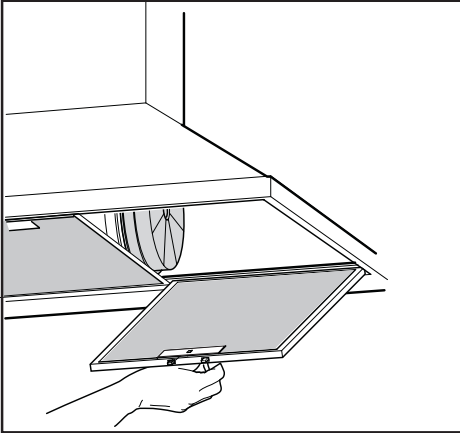

Fig.6
- Der Mindestabstand zwischen der Stellfläche für die Kochbehälter auf der Kochvorrichtung und dem unteren Teil der Abzugshaube muss mindestens 65 cm betragen. Falls ein Verbindungsrohr verwendet wird, das aus zwei oder mehr Teilen zusammengesetzt ist, muss der obere Teil über den unteren gestülpt werden. Auf keinen Fall darf das Abluftrohr der Küchenhaube an ein Rohr angeschlossen werden, in dem Warmluft zirkuliert oder das zur Entlüftung von Geräten verwendet wird, die an eine andere Energiequelle als an Strom angeschlossen sind. Vor der Durchführung der Montagevorgänge, den/die Fettfilter entfernen, damit sich das Gerät leichter handhaben lässt (Abb.6).